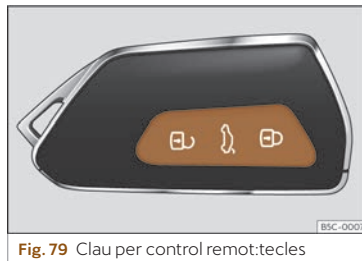

Fig. 79 Clau per control remot: tecles
- Bloquejar: premeu el botó  >>> **fig. 79**.